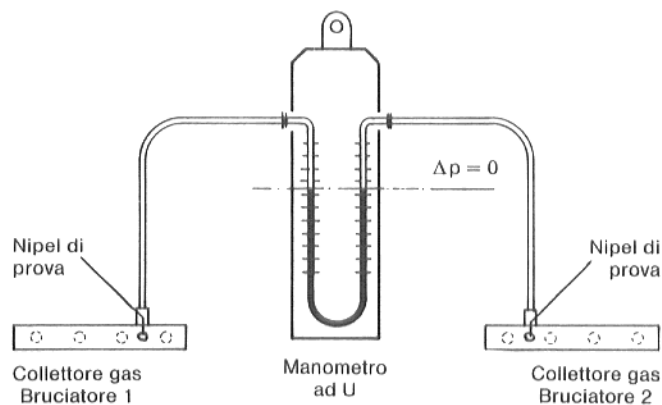

Fig. 6
Rilevare la pressione del gas corrispondente all'indice di Wobbe nella tabella delle pressioni (Pagina 8 o 9) e tararla. La pressione viene misurata con manometro ad U al nippel di prova del distributore (Fig. 6). La pressione si regola agendo sulla vite di taratura dell'apparecchiatura.
9.4 La pressione al manometro deve essere equilibrata ( $\Delta p = 0$ ). Questa viene variata agendo sulla vite di taratura dell'apparecchiatura in modo conforme (Fig. 6).